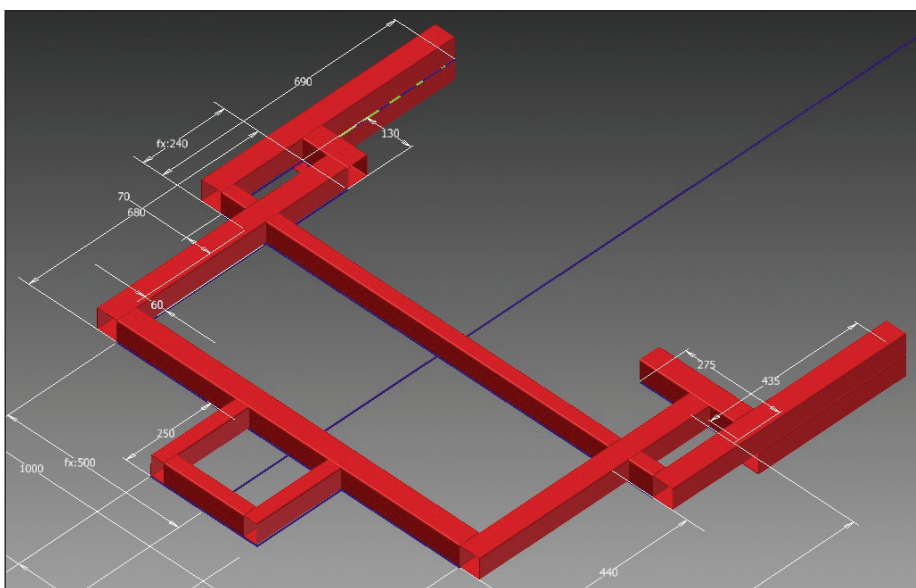

Рис. 5. Генерация рамной конструкции
- после подтверждения Autodesk Inventor создавал 3D-детали выбранных профилей (рис. 5).